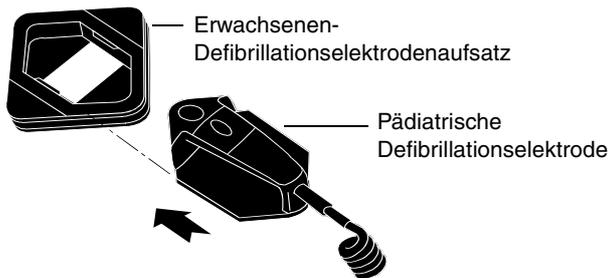

Abbildung 5-11 Auswechseln einer pädiatrischen Defibrillationselektrode
- 3 Den Haltegriff der Defibrillationselektrode bis zu einem hörbaren Klick nach vorne schieben. (Siehe Abbildung 5-11).